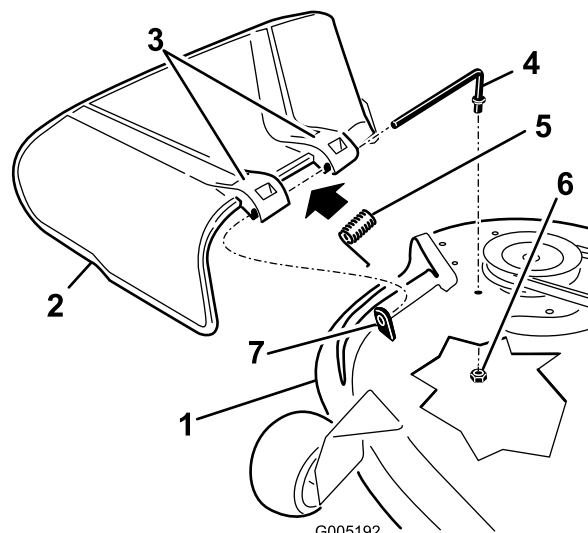

Figura 61
1. Individuate le parti illustrate nella Figura 61.
2. Togliete il dado (da 3/8 poll.) dall'asta sottostante il tosaerba (Figura 61).
3. Estraete l'asta dal distanziatore corto, dalla molla e dal deflettore dell'erba (Figura 61). Togliete il deflettore dell'erba tagliata se è danneggiato o consumato.
4. Riposizionate il deflettore dell'erba (Figura 61).
6. Collocate la molla sull'asta (tenendo abbassati i fili alle estremità), tra le staffe del deflettore di sfalcio. Fate scorrere l'asta attraverso la seconda staffa del deflettore dell'erba (Figura 61).
7. Inserite l'asta dalla parte anteriore del deflettore dello sfalcio, nel piccolo isolatore sul piatto di taglio. Fissate l'estremità posteriore dell'asta nel tosaerba con un dado (3/8 poll.) (Figura 61).